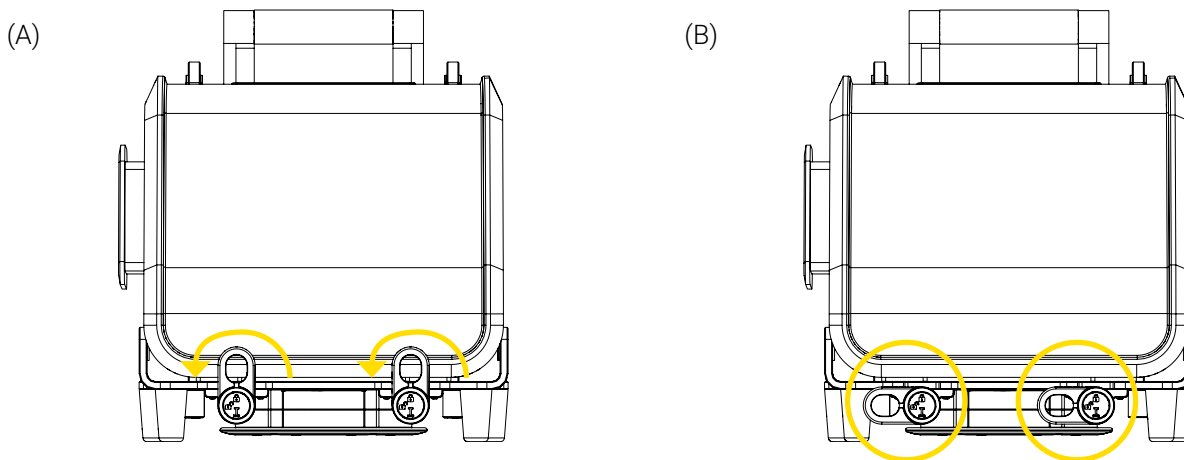

Figure 5: Déverrouillage du support Bracket Pro Serie 60 - FL
1. Tourner les deux (2) verrous rotatifs un quart de tour dans le sens antihoraire à la position déverrouillée  (Figure 5).